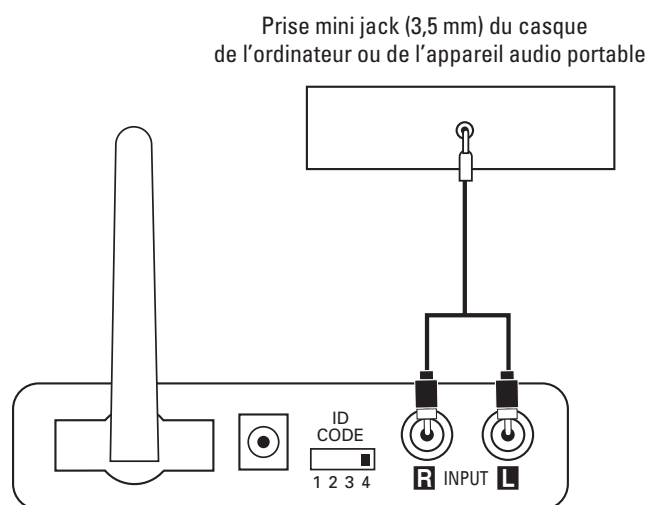

Figure 5.
**Étape 1.** Branchez le câble RCA – prise mini jack 3,5 mm (inclus) entre la sortie préamplifiée, la sortie ligne ou la sortie casque de votre lecteur audio portable et les entrées du module de transmission ⑭, comme indiqué sur la Figure 5.